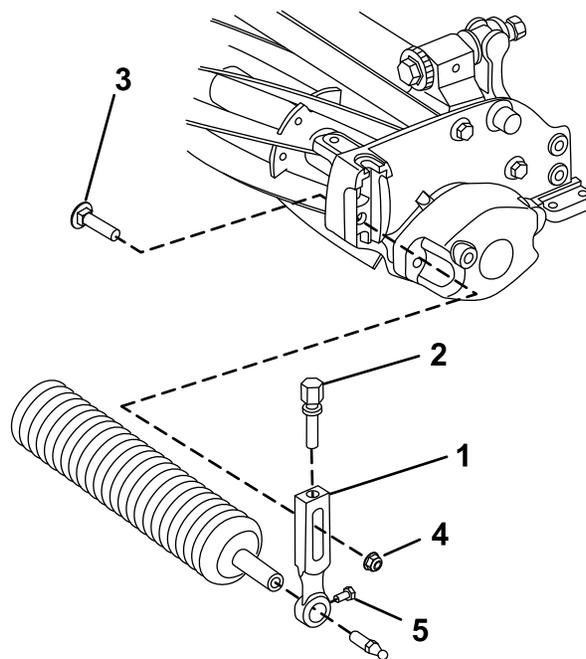

Figura 3
1. Togliete il bullone per aratro e il dado di bloccaggio flangiato che fissano uno dei bracci dell'altezza di taglio alla piastra laterale dell'apparato di taglio (Figura 3).
2. Allentate le viti per il montaggio del rullo nei bracci dell'altezza di taglio (Figura 3).
3. Fate scorrere l'albero del rullo nel braccio dell'altezza di taglio sull'estremità opposta dell'apparato di taglio (Figura 3).
4. Fate scorrere il braccio dell'altezza di taglio sull'albero del rullo (Figura 3).
5. Fissate il rullo sull'apparato di taglio, senza serrare, con il braccio dell'altezza di taglio e i fermi tolti in precedenza (Figura 3).
7. Serrate le viti per il montaggio del rullo (Figura 3).